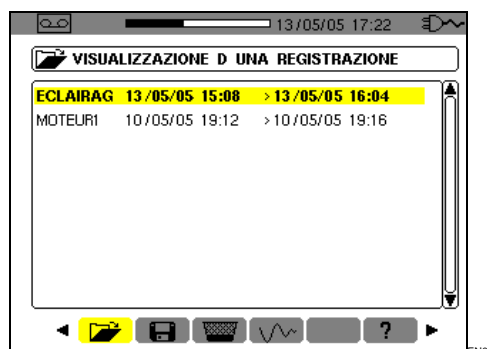

Figura 49: esempio di schermo di campagne di registrazioni.
8.	Ritorno allo schermo precedente (Figura 49).